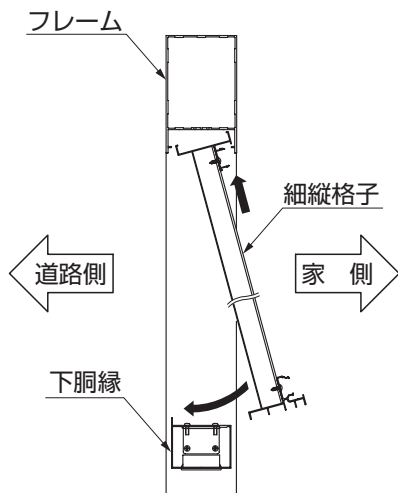

図5-4
- ①細縦格子を上側からフレームに差込み、下胴縁に乗せて【1-3】で取付けてください。(図5-4参照)
- 細縦格子は家側からフレームに組み込んでください。(図5-4参照)